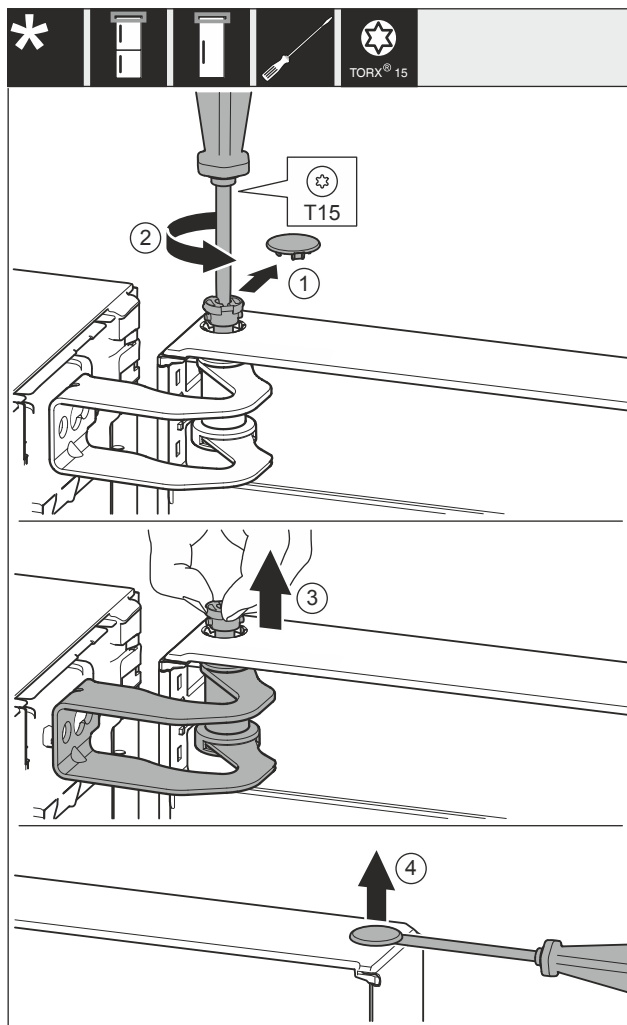

Fig. 10
- Pokrov Fig. 10 (1) previdno odstranite.
- Sornik Fig. 10 (2) nekoliko odvijte z izvijačem.
- Izvlecite sornike Fig. 10 (3) s prsti.
- Pokrov Fig. 10 (4) previdno dvignite z izvijačem in jih odstranite.